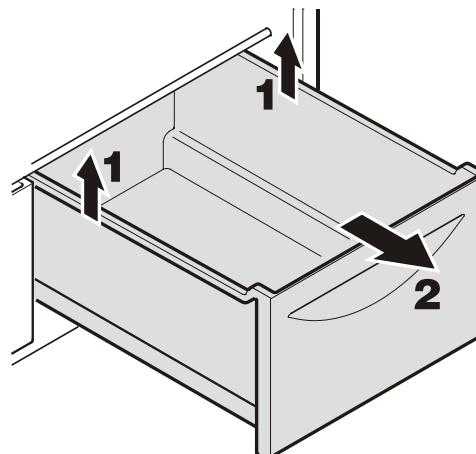

Figure 15
Sortir complètement le tiroir, le saisir à l'arrière et le soulever - *Figure 15*.
- Retirer les tiroirs à légumes comme à la **Figure 15**.